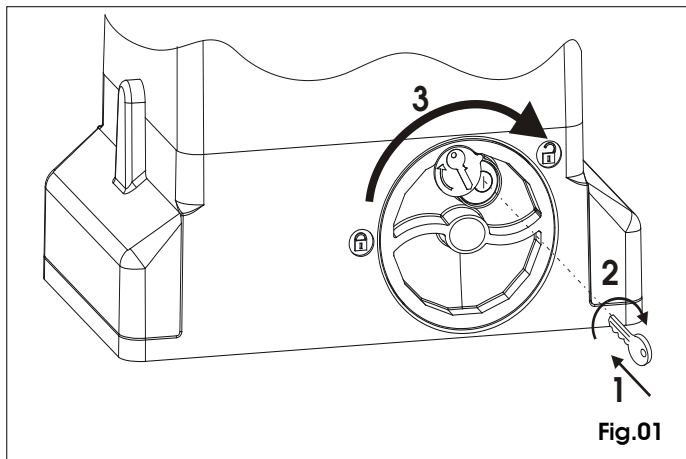

Fig.01
- 1) Introduzca la adecuada llave en dotación y gírela en sentido horario como se indica en la Fig. 01 ref. 1 y 2.
- 2) Gire el sistema de desbloqueo en sentido horario hasta el tope mecánico, Fig. 01 ref. 3.